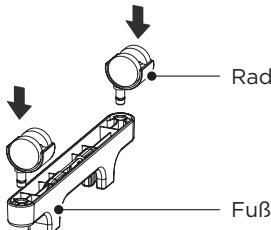

Abbildung 1
- 1** Nehmen Sie die Füße aus den Wärmesenken und die Räder aus der Styroporverpackung. Drücken Sie dann wie in Abbildung 1 dargestellt die Räder in die Befestigungsslöcher der Füße.